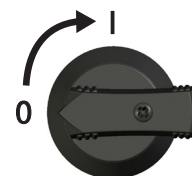

Figura 30
► Impostare l'interruttore-sezionatore CC sull'inverter in posizione I (Figura 30). A seguito di una verifica del dispositivo interno ENS (ca. 2 minuti), sul display può essere visualizzata la potenza immessa (purché via sia irraggiamento solare).